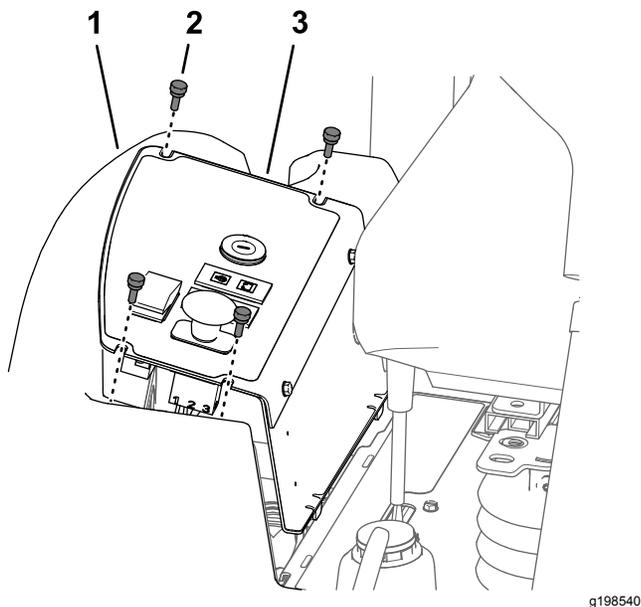

図 52
1. コントロールパネルのプレートを機体に固定しているねじ4本を外す 図 52。
2. コントロールパネルのプレートを持ち上げる 図 52。
3. コントロールパネルプレートの上にあるスロットを、燃料タンクのフランジの穴に合わせる 図 52。
4. コントロールパネルプレートを燃料タンクのフランジに取り付けるつまみねじ4本 図 52ステップ1 コントロールパネルのプレートを外す \(ページ 48\)で外したものを使用する。